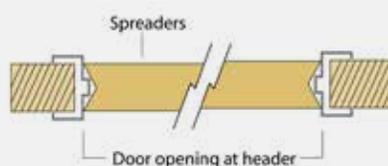

Figure 2: Spreader
- 4** Installer les espaceurs horizontaux au bas et au centre du cadre tel qu'illustré à la figure 2. La dimension des espaceurs doit être la même que la largeur de l'ouverture. Cette procédure prévient une courbure des jambages vers l'intérieur lors de l'érection du mur.